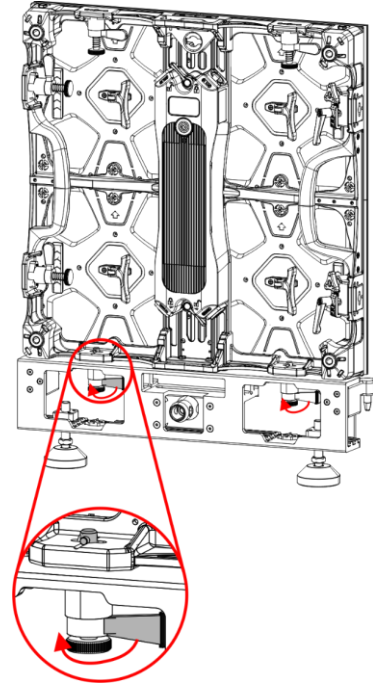

Fig. 32
- 06) Gire la **palanca (A)** del **mecanismo de bloqueo izquierdo (06)** de la barra de rigging en sentido horario para asegurar la barra de rigging a la pantalla LED como se muestra en las Fig. 32 y 33.
- 07) Repita los pasos 3–5 para el **mecanismo de bloqueo derecho (06)** de la barra de rigging.